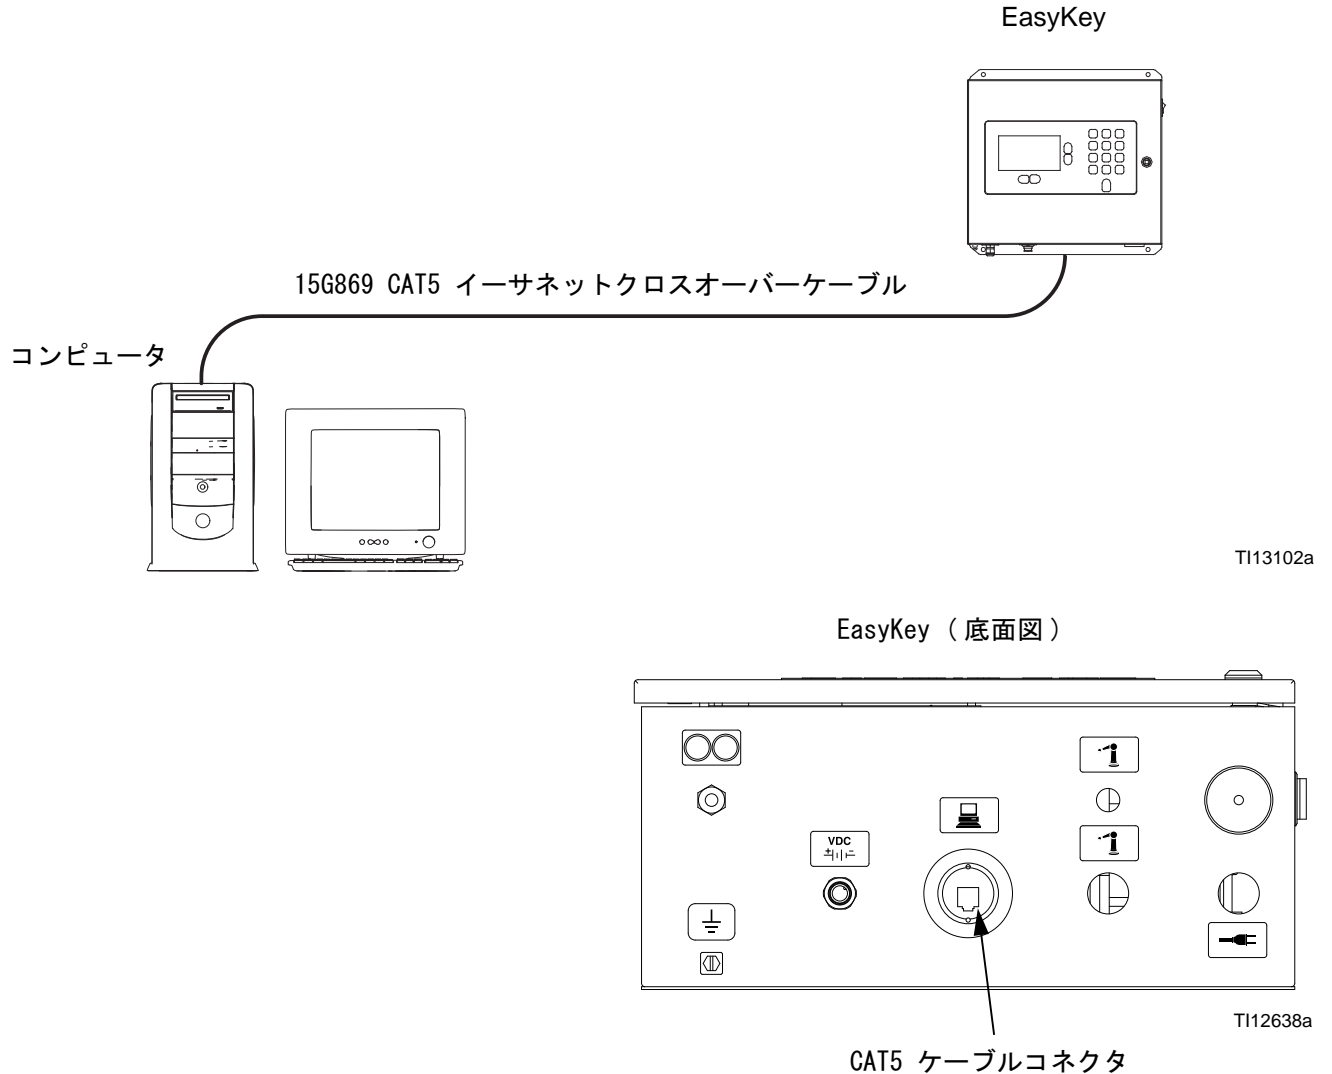

図 7. ProMix 2KS/3KS 基本ウェブインターフェース接続
2. ProMix Application インターフェースのインストール後に、EasyKey に付属する 15G869 CAT5 イーサネットクロスオーバーケーブルを使用してコンピュータを直接 EasyKey に接続します。を参照のこと 図 7.
メイン BWI 画面 (図 7 を参照) から、操作員は、[セットアップ]、[ソフトウェア/リセット] または [報告] を選択できます。